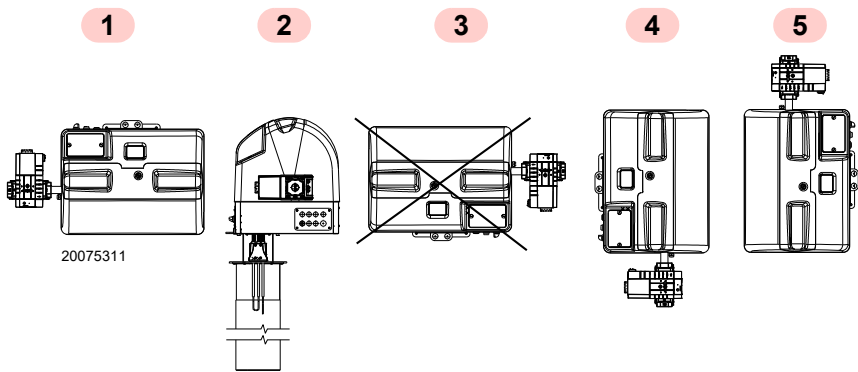

Fig. 14
- Il bruciatore è predisposto esclusivamente per il funzionamento nelle posizioni **1, 2, 4 e 5** (Fig. 14).
- Tutte le posizioni richiedono l'installazione della valvola gas con le bobine rivolte verso l'alto o orizzontalmente (Fig. 14).